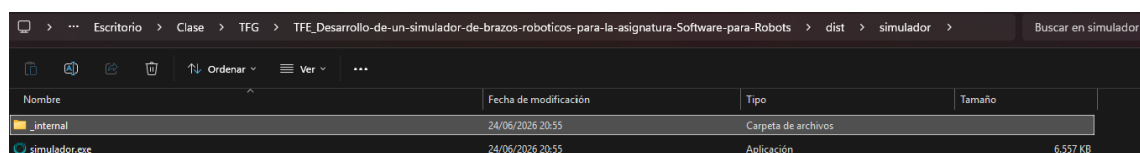

Figura 2 Directorio que contiene el sistema
3. Para ejecutar el programa principal accedemos a la carpeta descomprimida, en la que vemos lo mostrado en la Figura 2.
El archivo que necesitamos ejecutar es el «main.exe», presente en la Figura 2. Si lo ejecutamos, ya podremos ver el sistema en funcionamiento.